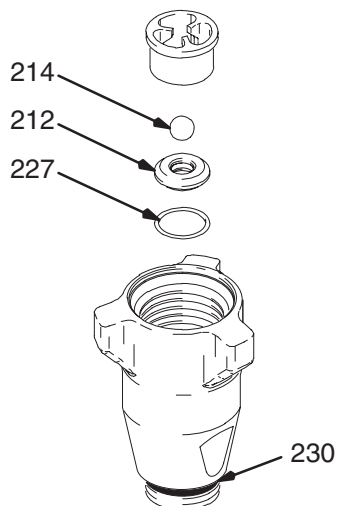

Fig. 23
Fig. 23. Rimontare la valvola di ingresso con il nuovo anello di tenuta (227) e (230), sede (212) e sfera (214). La sede può essere capovolta e utilizzata sull'altro lato. Pulire a fondo la sede.